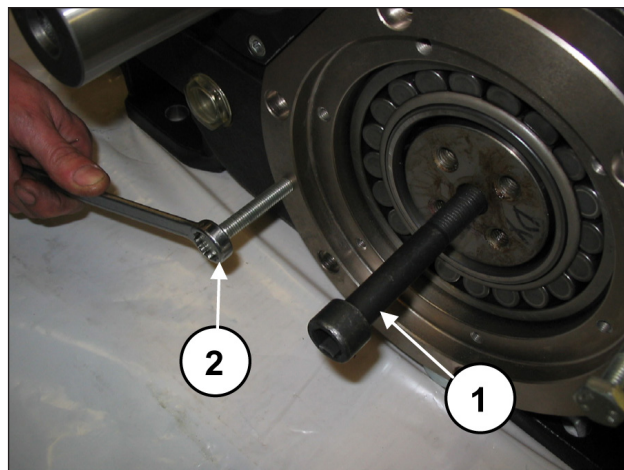
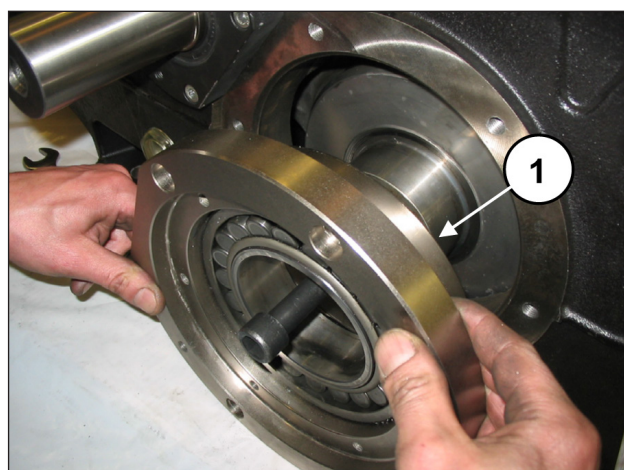

Рис. 24
Рис. 25
Установите резьбовой штифт M16 на конец коленвала (поз. ①, Рис. 24) и, удерживая его в приподнятом положении, снимите крышку корпуса подшипника вместе с подшипником и уплотнительным кольцом O-ring (поз. ①, Рис. 25). Для удобства демонтажа используйте 2 штифта или винта M10 (поз. ②, Рис. 24) в качестве съемников. Повторите эту операцию с противоположной стороны.